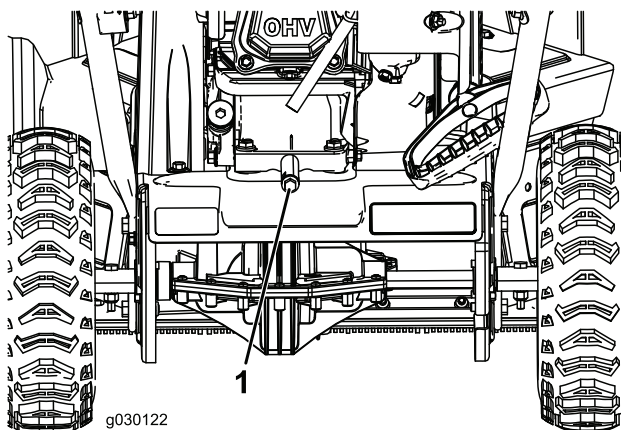

Figura19
2. Plasați o tavă de golire a uleiului sub bușonul de golire a uleiului și înclinați mașina în spate și scurgeți uleiul uzat în tava de golire a uleiului (Figura19).